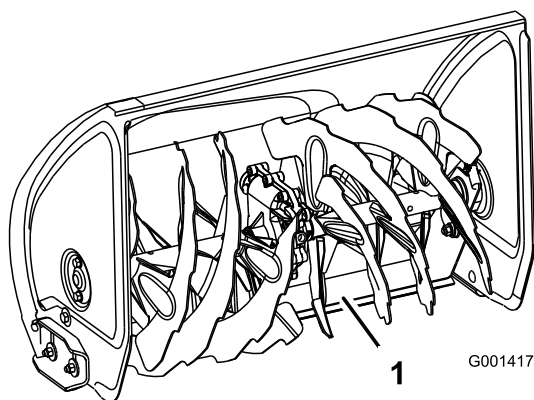

Figure 44
4. Appuyez sur les poignées pour permettre à la lame racleuse pivotante de s'avancer au maximum, puis abaissez l'avant de la souffleuse à neige de sorte que le bord avant de la lame racleuse touche le sol (Figure 44).